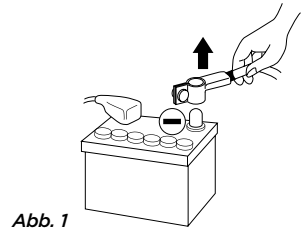

Abb. 1
- **Bevor Sie mit der Installation beginnen, trennen Sie den Minuspol der Batterie ab, um jedes Risiko einer Verletzung, eines Brandes oder einer Beschädigung des Gerätes zu vermeiden (Abb. 1)**
- 2 - Trennen Sie den Minuspol der Batterie vom Strom, bevor Sie mit der Installation beginnen (**Abb. 1**).